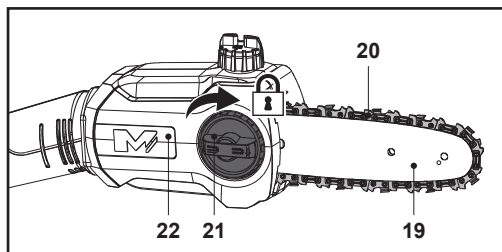

Fig. 10
9. Reposer le couvercle de tronçonneuse (22) et serrer légèrement la roue de verrouillage (21) dans le sens horaire (Fig. 10). Ne pas serrer complètement la roue de verrouillage (21), car la tension de la chaîne doit être d'abord réglée.